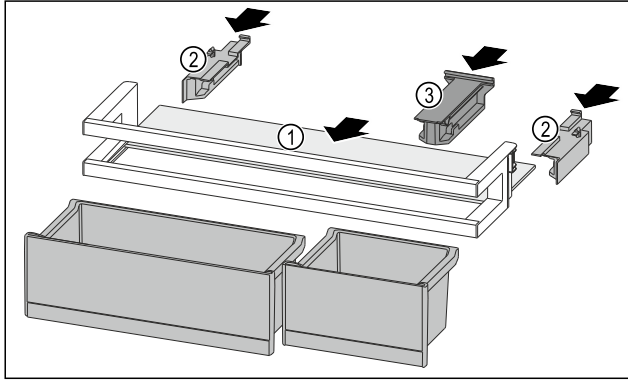

Fig. 239
- ▶ Abstellfläche Fig. 239 (1) in die seitlichen Aussparungen einschieben.
- ▶ Seitenteile Fig. 239 (2) einsetzen.
- ▶ Halteteil Fig. 239 (3) einsetzen.